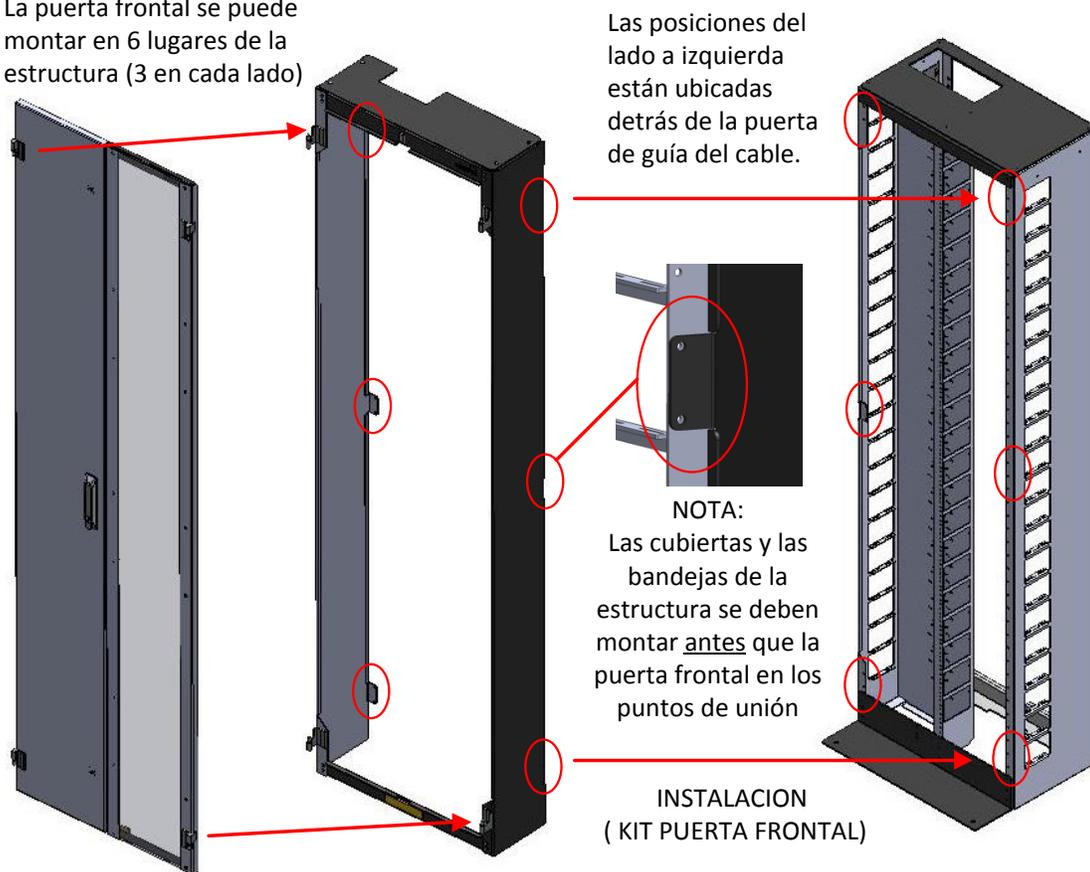

figura 30
5. Monte el juego del frente de la estructura HDF 3168 usando para ello los tornillos # 12/24 (2 cada uno en 3 lugares: la parte superior, central e inferior en el lado izquierdo de la estructura y en las posiciones 0, 10 y 21 en el lado derecho) como se muestra en la figura 30.
7. Coloque las puertas derecha e izquierda en las bisagras de los postes de la puerta (figura 30).